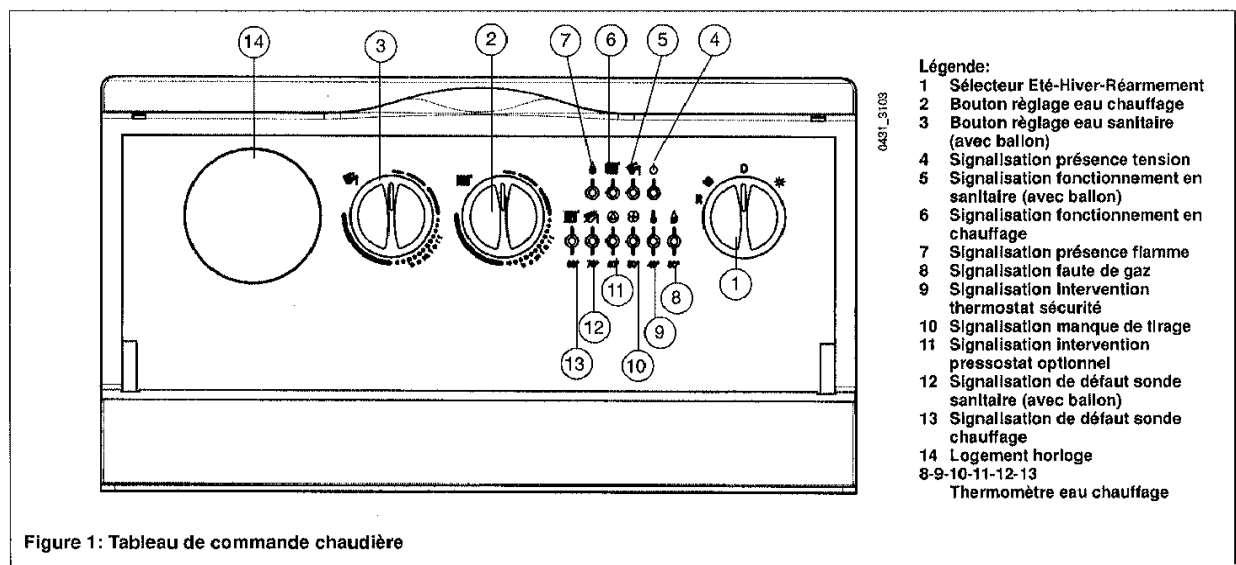

Figure 1: Tableau de commande chaudière
- Tourner le bouton du sélecteur (Réf.1 Figure 1) mettant la chaudière en position Hiver ❄️. Contrôler que le signal présence tension (Réf. 4 Figure 1) soit allumé et que le signal manque de gaz soit éteint (Réf. 8 Figure 1). Si celui-ci est allumé, tourner le bouton (1) momentanément sur le symbole R.
- Positionner l'index du thermostat de réglage eau de chauffage (Réf. 2 Figure 1) afin que la chaudière fonctionne au régime thermique voulu.
Important : avec le sélecteur (Réf.1 Figure 1) en position ❄️ Hiver, il faut quelques minutes d'attente à chaque intervention du dispositif de réglage du chauffage (Réf. 2 Figure 2). Pour obtenir immédiatement un nouvel allumage du brûleur mettre le sélecteur en position (0) et remettre en position Hiver.
Attention: pendant le premier allumage, avant l'évacuation de l'air contenu dans le tuyau à gaz, il est possible que le brûleur ne s'allume pas et que la chaudière se bloque (signal rouge allumé clignotant Réf. 8 Figure1). Nous conseillons dans ce cas de répéter les opérations de redémarrage jusqu'à l'arrivée du gaz au brûleur, en mettant momentanément le bouton (1) sur le symbole R.
Le bouton réglage eau sanitaire(Réf.3 Figure 1) est active seulement en présence de l'unité ballon. En ce cas est possible régler la température de l'eau sanitaire en tournant le bouton à la valeur souhaitée pour l'eau chaude sanitaire.
Avec le sélecteur été / hiver en position "Hiver" ❄️ (Réf. 1 figure 1), une fois atteinte la température choisie de l'eau du ballon, la chaudière se met automatiquement au service de l'installation de chauffage (précédemment sanitaire).
Il est possible d'exclure la fonction " sanitaire " en plaçant le bouton (Réf. 3 Figure 1) à la valeur minimale qui correspond à la fonction antigel du ballon.
Avec le bouton été/hiver en position "Eté" ☀️ (Réf. 1 figure 1) le brûleur restera allumé et la pompe du ballon ne fonctionne que lorsque la température de l'eau chaude sanitaire contenue dans le ballon baisse au-dessous de la valeur mise au point par le bouton de réglage correspondant.
Faute d'un thermostat d'ambiance, il est possible de contrôler la température ambiante par le thermostat de réglage de la chaudière (Réf. 2 Figure 1); dans ces conditions la pompe fonctionne toujours.
- Tourner le sélecteur (Réf.1 Figure1) en position (0) en faisant attention que le signal présence tension soit éteint (Réf. 4 Figure 1), auquel cas l'alimentation électrique de la chaudière s'interrompt.